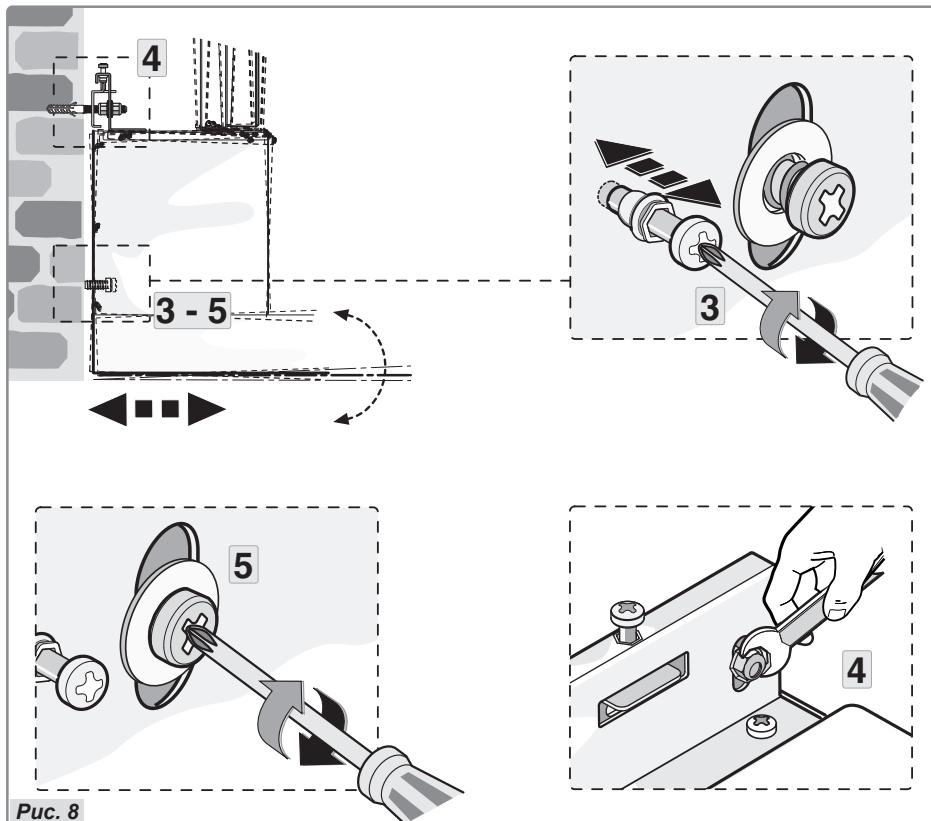

Рис. 8
-Выровняйте кухонную вытяжку по вертикали с помощью двух установочных винтов, расположенных в кожухе двигателя (рис. 8, шаг 3).
-По завершении выравнивания вытяжки необходимо до конца закрутить винты, как показано на рис. 8 (шаг 4), повторив то же действие для предохранительных винтов (рис. 8, шаг 5).